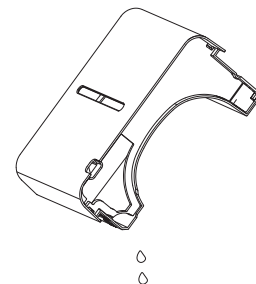

Рис. 4.
- B. **Непрерывный слив** (Рис. 4). Для слива конденсата подсоедините дренажный шланг к отверстию в верхней части бака и организуйте отвод воды в специальную емкость либо в канализационное отверстие.